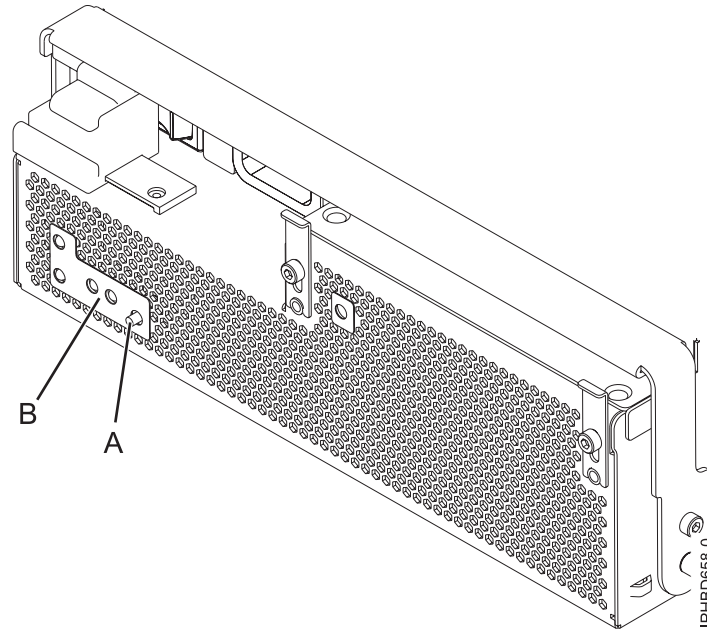
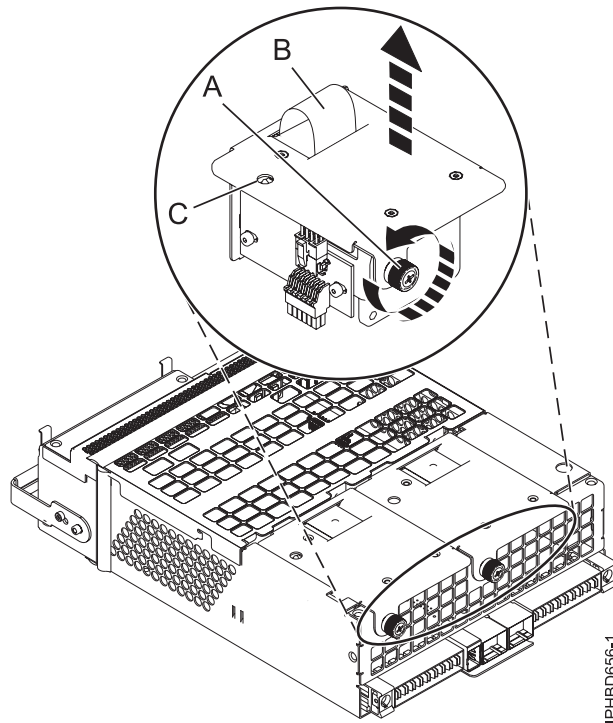

Figure 8. Bouton d'identification du ventilateur et voyant d'incident ventilateur
Figure 9. Retrait du ventilateur d'un bloc d'alimentation
Remarque : Si un ventilateur est défaillant, le voyant orange d'incident ventilateur à l'avant du bloc convertisseur autonome (OCA, Offline Converter Assembly) **(B)**, illustré à la figure 8, à la page 12, est allumé de manière fixe.
- a. Identifiez le ventilateur défaillant en appuyant sur le bouton d'identification du ventilateur (**A**) comme illustré à la figure 8. Un voyant d'incident ventilateur orange (**C**) allumé de manière fixe à droite ou à gauche, comme illustré à la figure 9, indique un ventilateur défaillant.
- b. Dévissez la vis moletée (**A**) qui fixe le ventilateur au bloc d'alimentation, comme illustré à la figure 9.
- c. Utilisez la poignée du ventilateur encastré (B) pour extraire le ventilateur du bloc d'alimentation comme illustré à la figure 9, à la page 12.